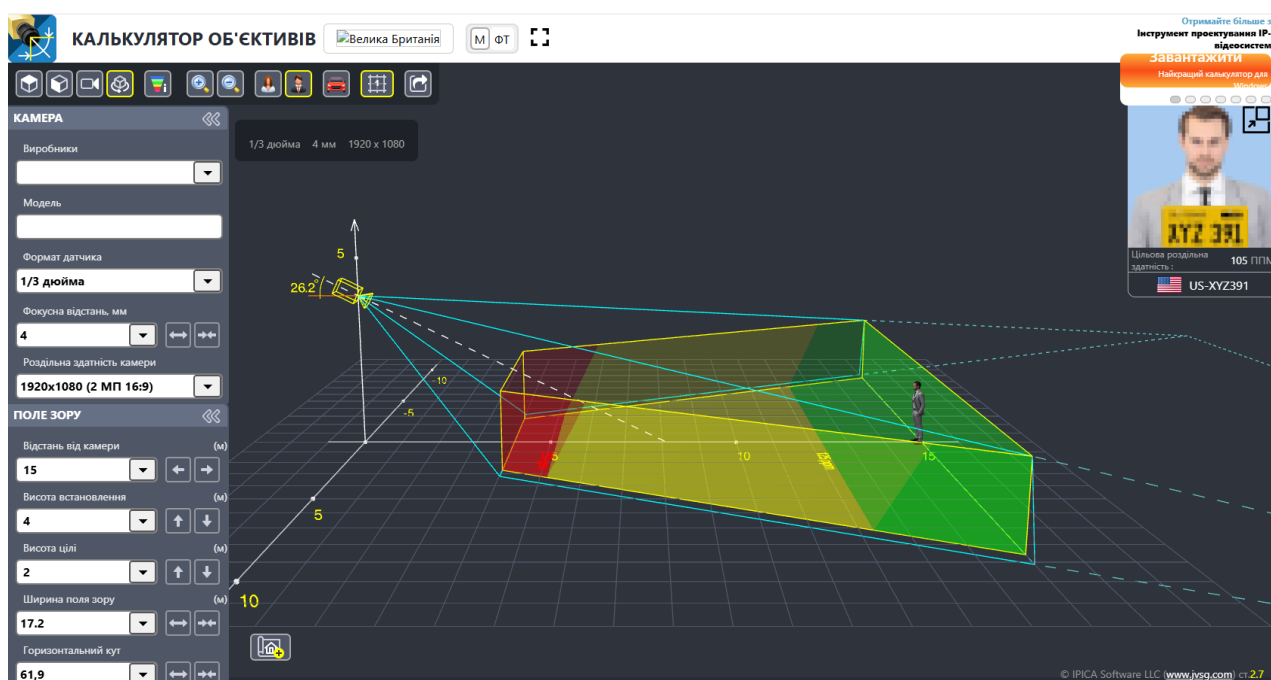

Рисунок 1.1 – Середовище калькулятора розрахунку об'єктів від JVSG
2. Задайте характеристики області перегляду: відстань до мети спостереження, висота мети спостереження та ширина зони спостереження у сфері мети спостереження (рис. 1.1).